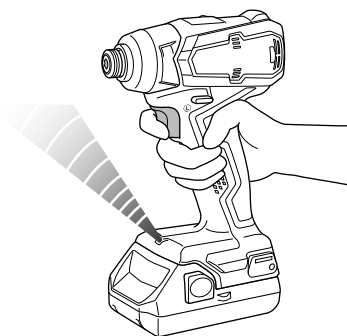

Fig. 12
10. Señales de aviso de luz LED (Fig. 12)